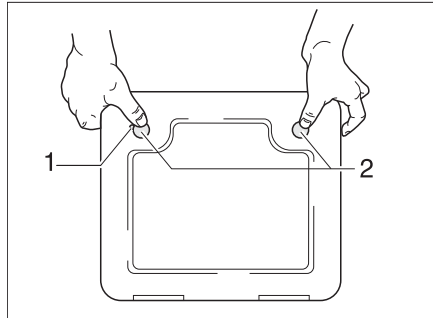

Bild 301 Klappe für die Toiletten-Kassette
- Die Klappe für die Kassette außen am Fahrzeug öffnen. Dazu den Schlüssel in den Schließzylinder des Druckschlösses (Bild 301,1) stecken und eine viertel Umdrehung drehen.
- Beide Druckschlösser (Bild 301,2) gleichzeitig mit dem Daumen drücken und die Klappe für die Kassette öffnen.